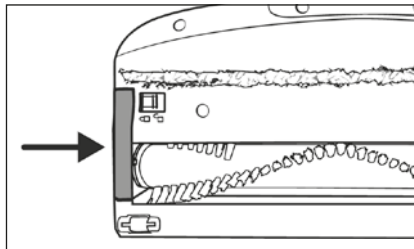

Fig. 27
- 6) Vuelva a montar el soporte del rodillo de cepillos 19 en el cepillo para suelos 21. Presiónelo hacia abajo hasta que encastre con un chasquido en el cepillo para suelos 21 (consulte la fig. 27).